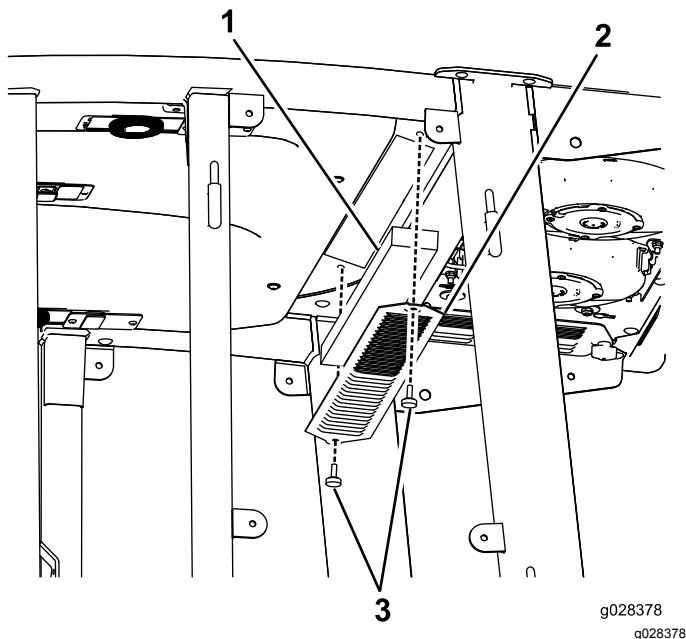
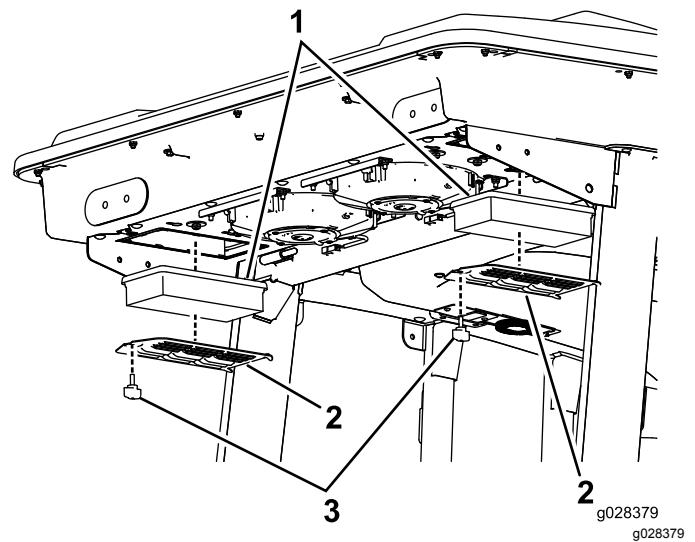
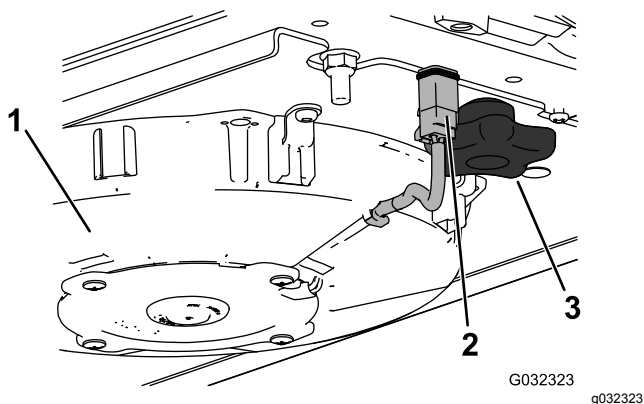
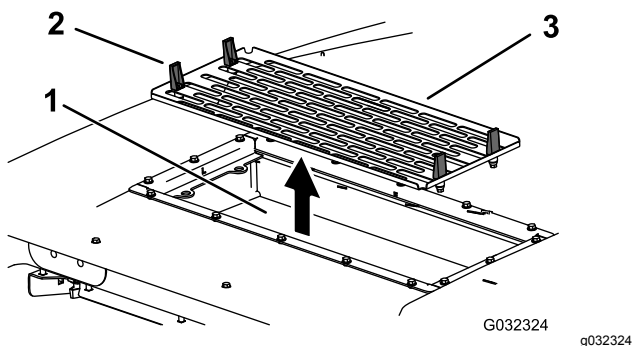

Figura 113
Figura 114
Figura 115
Figura 116
1. Retire los tornillos y las rejillas que cubren el filtro interior y el trasero de la cabina (Figura 113 y Figura 114).
- Retire los filtros de aire (consulte Figura 114).
- Instale los filtros de aire, la rejilla y el conjunto del ventilador (Figura 114, Figura 115 y Figura 116).
- Conecte el cable de cada ventilador (Figura 115).